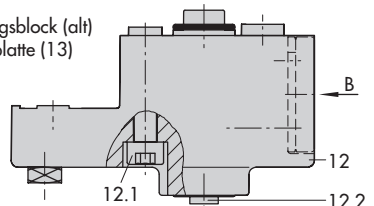

Bild 5 · Direktanbau – Stelldruckanschluss für Antrieb Typ 3277 mit 240, 350, 355 und 700 cm2
Den Stellungsregler wie in Bild 5 dargestellt am Joch montieren. Der Stelldruck wird über den Verbindungsblock (12) auf den Antrieb geführt, bei Sicherheitsstellung „Antriebsstange ausfahrend“ intern über eine Bohrung im Ventiljoch und bei „Antriebsstange einfahrend“ durch eine externe Rohrverbindung.
1. Mitnehmer (3) an die Antriebsstange setzen, ausrichten und so festschrauben, dass die Befestigungsschraube in der Nut der Antriebsstange sitzt.
2. Abdeckplatte (10) mit schmaler Seite des Ausbruchs (Bild 5 links) in Richtung zum Stelldruckanschluss befestigen, die aufgeklebte Flachdichtung (14) muss zum Antriebsjoch zeigen.
3. Bei Antrieben mit 355/700 cm2 am Hebel **M** (1) auf der Stellungsreglerückseite den Abtaststift (2) aus Stiftposition **35** lösen und in die Bohrung für Stiftposition **50** umsetzen und verschrauben. Bei den Antrieben 240 und 350 cm2 mit 15 mm Hub verbleibt der Abtaststift (2) auf Stiftposition **35**.
4. Formdichtung (15) in die Nut des Stellungsreglergehäuses einlegen.
5. Stellungsregler an der Abdeckplatte so aufsetzen, dass der Abtaststift (2) auf der Oberseite des Mitnehmers (3) zu liegen kommt. Hebel (1) entsprechend
6. Kontrollieren, ob die Zunge der Dichtung (16) seitlich am Verbindungsblock so ausgerichtet ist, dass das Antriebsymbol für „Antriebsstange ausfahrend“ bzw. „Antriebsstange einfahrend“ mit der Ausführung des Antriebes übereinstimmt. Andernfalls müssen die drei Befestigungsschrauben entfernt, die Deckplatte abgehoben und die Dichtung (16) um 180° gedreht wieder eingelegt werden. Beim alten Verbindungsblock (Bild 5 unten) muss die Schaltplatte (13) so gedreht werden, dass das entsprechende Antriebssymbol zur Pfeilmarkierung ausgerichtet ist.
7. Verbindungsblock (12) mit seinen Dichtringen an Stellungsregler und Antriebsjoch ansetzen und mit Befestigungsschraube (12.1) festziehen. Bei Antrieb „Antriebsstange einfahrend“ zusätzlich den Stopfen (12.2) entfernen und die externe Stelldruckleitung montieren.
8. Deckel (11) auf der Gegenseite montieren. Dabei unbedingt darauf achten, dass im eingebauten Zustand des Stellventiles der Entlüftungsstopfen (11.1) nach unten zeigt, damit evtl. angesammeltes Kondenswasser abfließen kann.